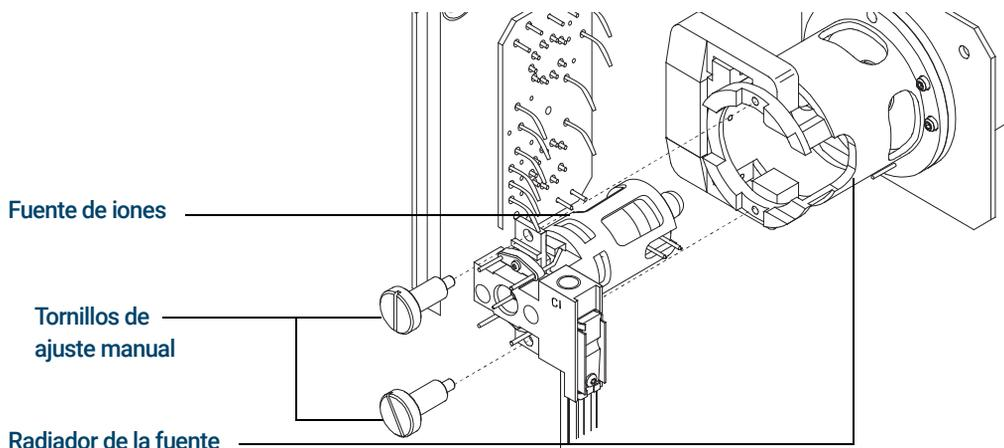

Figura 80. Instalación de la fuente CI
- 4 Coloque los tornillos de ajuste. (Consulte la **Figura 80**).